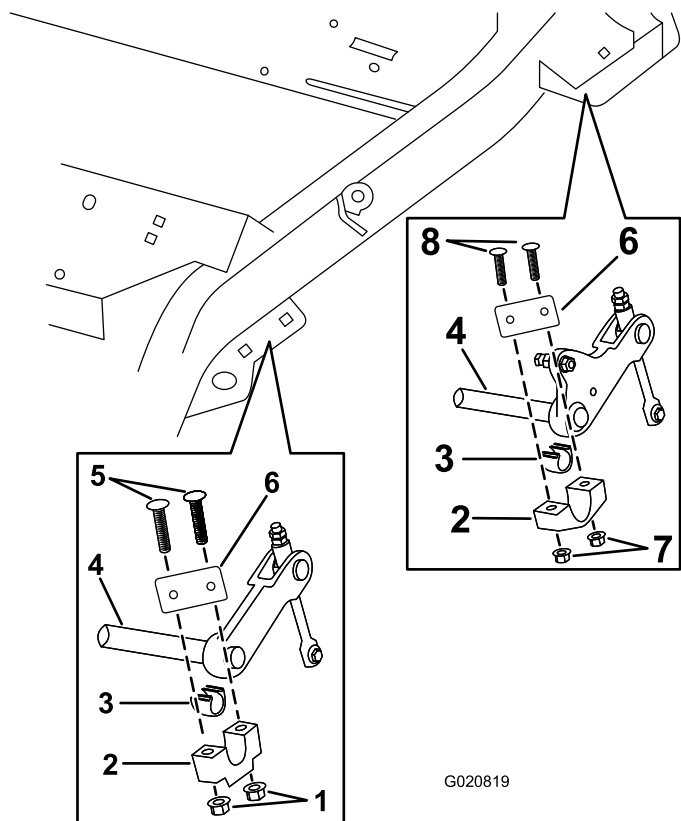

Figura 2
3. Alinee un espaciador de elevación de la carcasa con los taladros de la parte delantera derecha del bastidor (Figura 2).
8. Instale el espaciador de elevación de la carcasa usando los pernos de cuello cuadrado (3/8 x 1-3/4 pulgadas), el casquillo del cojinete, el cojinete de soporte del eje transversal y las contratuercas (1/2 pulgada), según se muestra en Figura 2.
4. Instale el espaciador de elevación de la carcasa usando los pernos de cuello cuadrado (1/2 x 2-1/2 pulgadas), el casquillo del cojinete, el cojinete de soporte del eje transversal y las tuercas con arandela prensada (3/8 pulgada), según se muestra en Figura 2.
7. Alinee un espaciador de elevación de la carcasa con los taladros de la parte trasera derecha del bastidor (Figura 2).
Importante: Asegúrese de que las arandelas de muelle están correctamente instaladas, según se muestra en Figura 2.